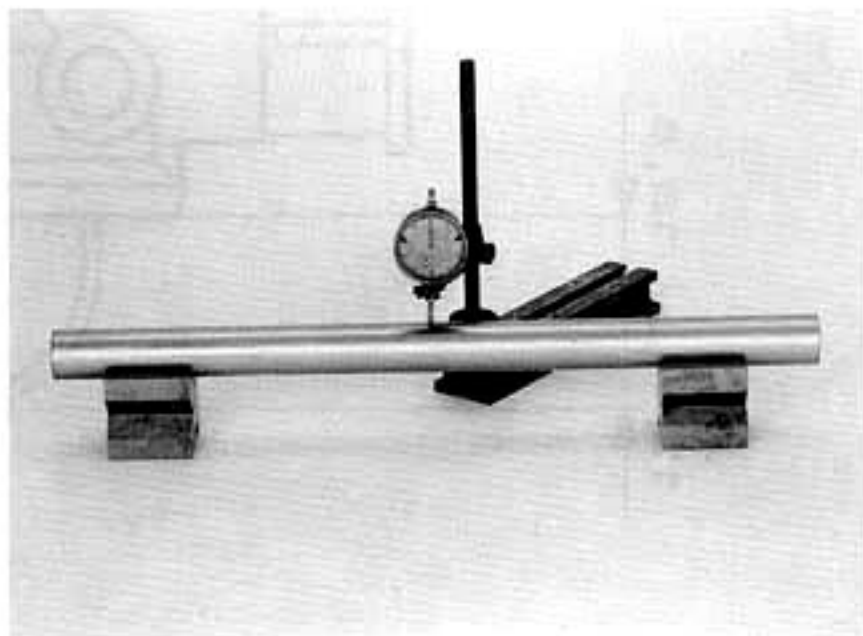

Fig. 122
- Controllare la rettilinearità delle due canne per mezzo di un comparatore e due blocchi a V (fig. 122).
- Check each main tube for straightness by means of two veeblocks and a dial gauge (fig. 122).